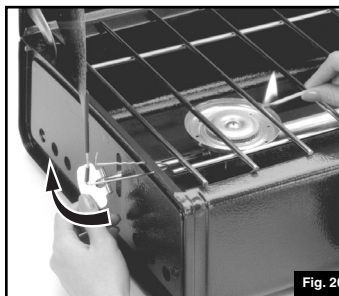

Fig. 20
- Tenez une allumette enflammée au brûleur voulu tout en ouvrant la soupape auxiliaire. (Fig. 20)